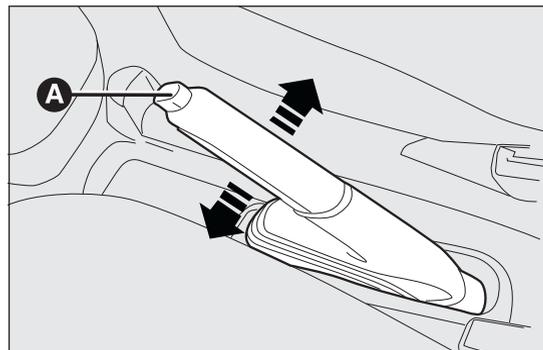

fig. 119
La leva del freno a mano fig. 119 è posta tra i sedili anteriori.
- sollevare leggermente la leva e premere il pulsante di sblocco A fig. 119;